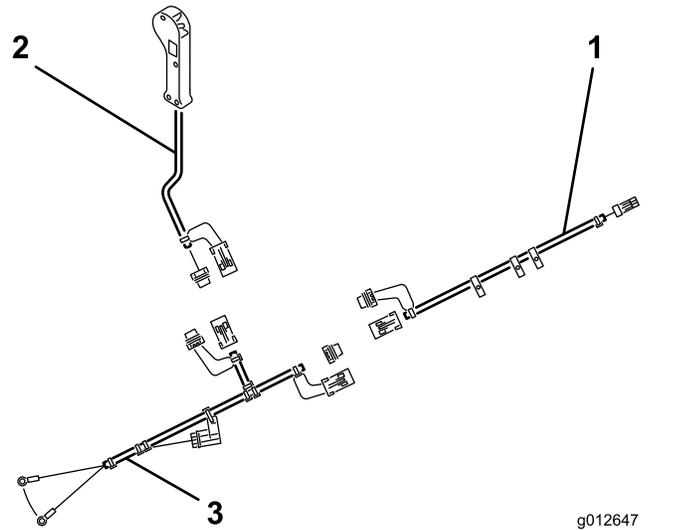

Figura 7
1. Ligue o conector da cablagem do topdresser no conector elétrico na válvula do solenoide da máquina (Figura 7).